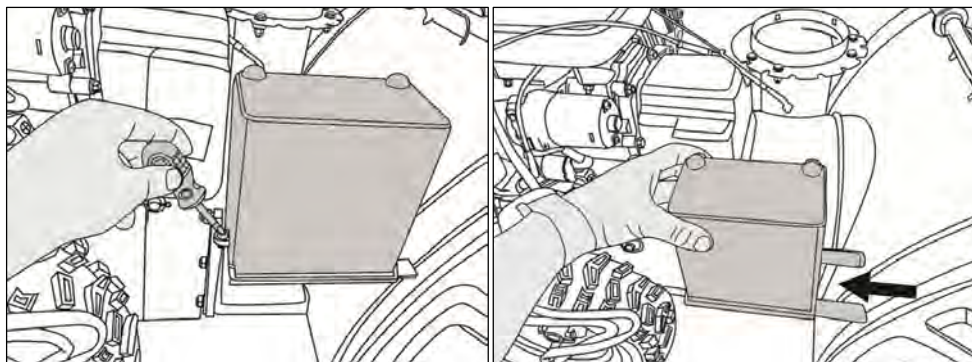

**Рис. 10**
7. Подключите аккумулятор. Для этого открутите болт крышки аккумулятора, снимите крышку и достаньте аккумулятор, для моделей AC-F-700E, AC-F-700EP (рис. 10).